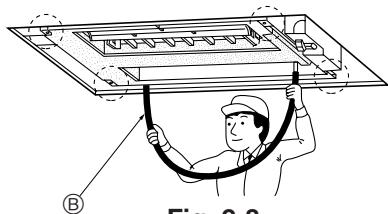

Fig. 2-8
4. Vérifier si les quatre coins sont à niveau, à l'aide d'un niveau ou d'un tuyau en plastique transparent contenant de l'eau. (Fig. 2-8)